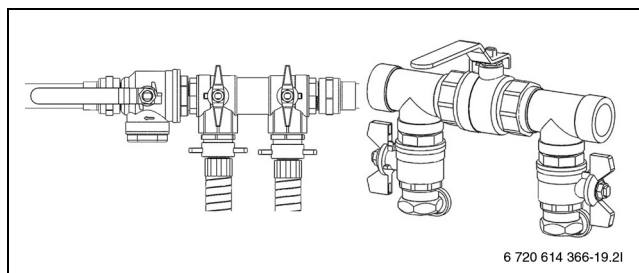

Bild 24 Befülleinrichtungen in Befüllposition
- ▶ Ventile der Befülleinrichtung auf die Befüllposition stellen (→ Bild 24).